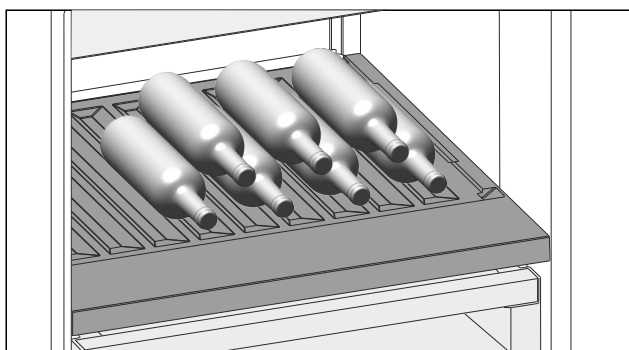

Fig. 123
- Flessen met de bodem naar achteren tegen de achterwand plaatsen. (zie Fig. 123)